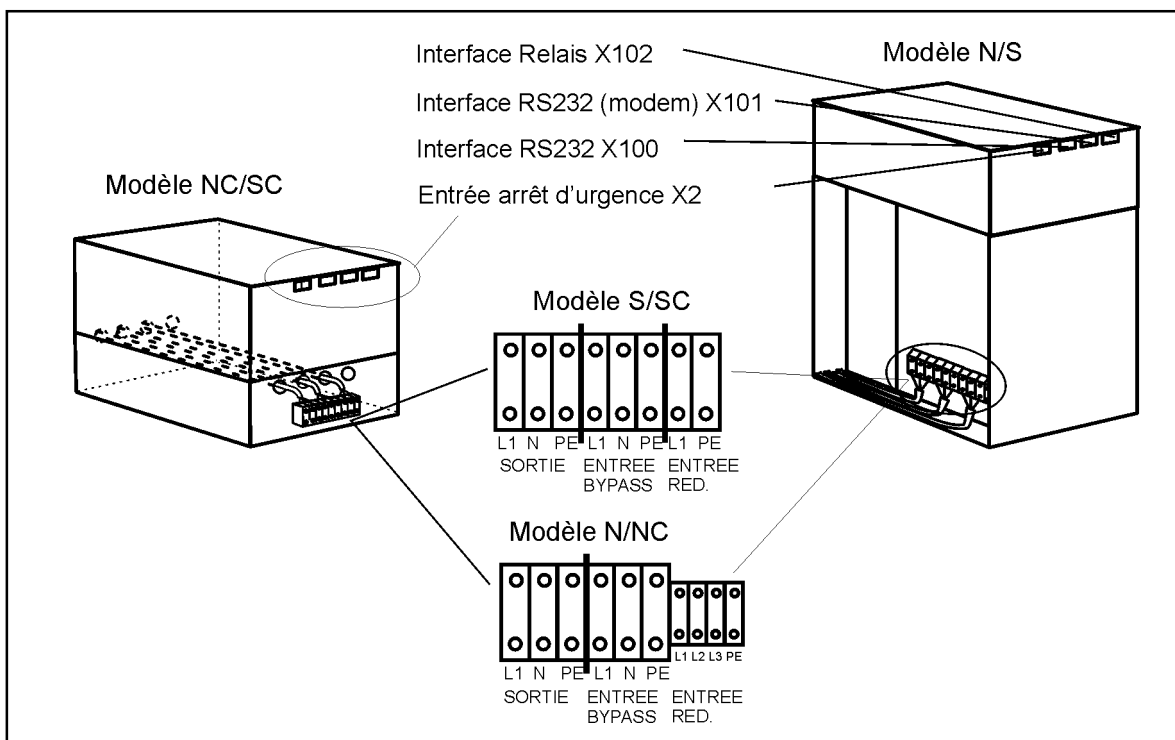

Fig. 4b. Borniers de raccordement de l'ASI (modèles N/NC et S/SC)
7. Raccordez l'entrée redresseur, l'entrée by-pass et les câbles de sortie de l'onduleur (Fig 4b pour modèles N - S et 4c pour modèles NS - ST).
Cette entrée est utilisée pour arrêter l'onduleur à distance. Cette caractéristique peut être utilisée pour un arrêt d'urgence ou pour un arrêt de la charge et de l'onduleur en cas de surchauffe, ceci grâce à un relais thermique. Ces fils sont branchés sur le connecteur X2 (voir en figure 4b).